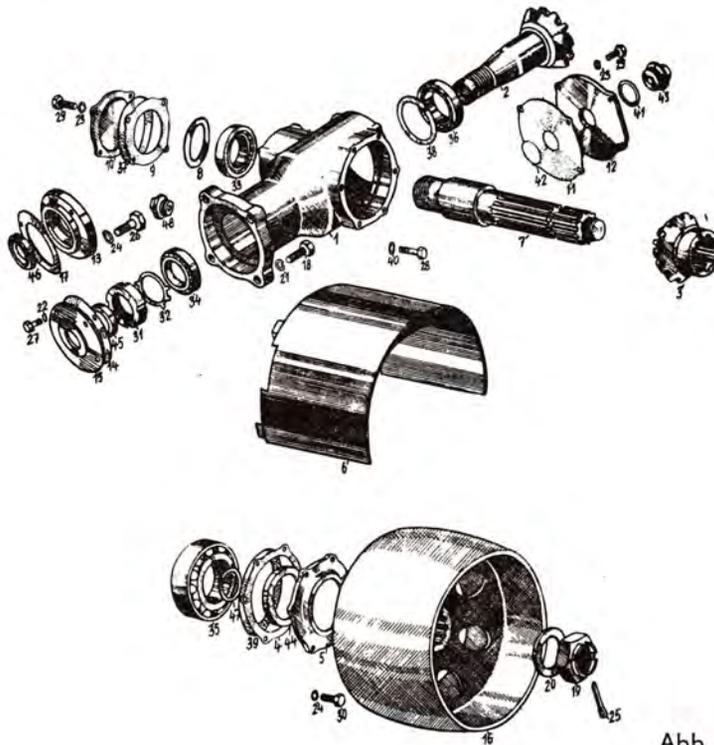

Abb. 87
3. Ein neuer Deckel (Abb. 87/13) ist aufzusetzen und mit Hilfe von vier Schrauben M 10 zu sichern.
4. Die Riemenscheibe ist auf die Nuten der Zapfwelle aufzuschieben und mit vier Schrauben M 12 (Abb. 87/18) an den Haupttriebekasten anzuschrauben.
1. Öl ist durch Ausschrauben der Ablassschraube (Abb. 87/43) aus dem Deckel (Abb. 87/12) abzulassen.
2. Der Splint (Abb. 87/25) ist aus der Welle herauszuschieben, die Mutter M 30 auszuschrauben und die Unterlagscheibe abzunehmen. Von den Nuten der Welle ist die Riemenscheibe (Abb. 87/16) abziehen.
3. Sechs Schrauben M 10 samt Unterlagscheiben sind auszuschrauben. Dadurch wird der Deckel (Abb. 87/5) mit der Gufero-Dichtung und der Dichtung der Abdeckung samt Riemenscheibenabdeckung gelockert.
4. Der Deckel (Abb. 87/10) ist durch Abschrauben von vier Schrauben M 8 mit Dichtung abzuheben und der Distanzring (Abb. 87/8) mit Distanzunterlagscheiben ist abzunehmen.
5. Die Welle (Abb. 87/7) mit dem Innenring des Kegelrollenlagers 30208 ist aus den Nuten des angetriebenen Kegelrades herauszuschieben.
7. Vier Schrauben M 8 sind auszuschrauben und der Deckel (Abb. 87/12) samt Dichtung ist abzunehmen.
(Abb. 87/15) mit Wellendichtung und Dichtung der Abdeckung gelöst.
9. Die Mutter KM 9 (Abb. 87/31) des Kegelantriebrades (Abb. 87/2) ist zu entsichern und auszuschauben und die Unterlagscheibe MB 9 ist abzuziehen. Das Kegelantriebsrad ist aus dem Innenring des Lagers 30209 auszupressen.